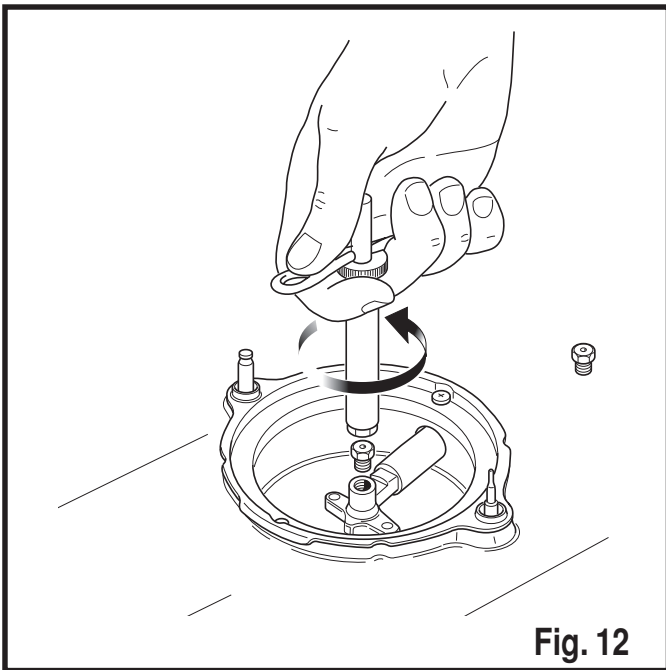

Fig. 12
If you need to use liquid gas (LPG), replace the existing nozzles using suitable ones supplied with the appliance and enclosed with the instructions. First, remove the pan racks and burners (fig. 12).
*S'il se révèle nécessaire d'utiliser du gaz liquide (GPL), il faut remplacer les buses montées par les buses adaptées au gaz liquide, fournies avec les instructions, après avoir enlevé les grilles et les brûleurs (fig. 12).*